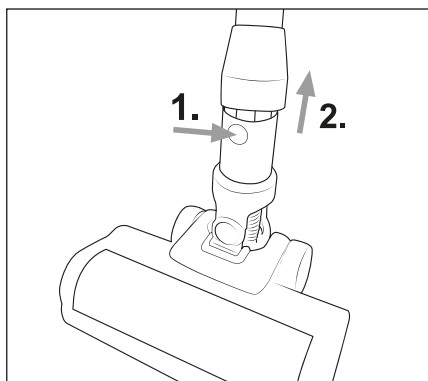

Abb. 9
- ◆ Um die Bodenbürste 20 vom Saugrohr 23 zu entfernen, halten Sie die Bodenbürsten-Entriegelungstaste 21 gedrückt und ziehen Sie das Saugrohr 23 von der Bodenbürste 20 ab (siehe Abb. 9).